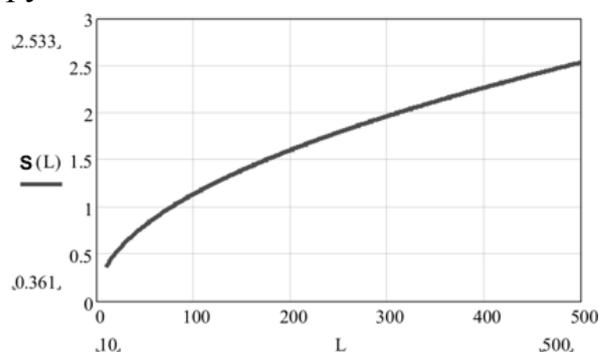

Рис. 4.2
4.1.2 Максимальная ширина «S» ЧЗ на открытом участке зависит от расстояния между БПРД и БПРМ, определяется как  $S(L)$  по ориентировочному графику (см. рис. 4.2) при L равном расстоянию между БПРД и БПРМ. Ширина ЧЗ на конкретном отрезке определяется по тому же графику, но при L равном удвоенному расстоянию до ближайшего блока. На графике обозначено: L – расстояние между БПРД и БПРМ (ось абсцисс);  $S(L)$  – ширина ЧЗ в середине участка.
4.1.3 При выборе высоты установки необходимо учесть, что при приближении к БПРД (БПРМ) вдоль оси, ЧЗ «сужается» как показано на рис. 4.2. БПРД и БПРМ размещаются на выбранной высоте (для приземного варианта размещения рекомендуется 0,5...1,4 м) от поверхности земли.